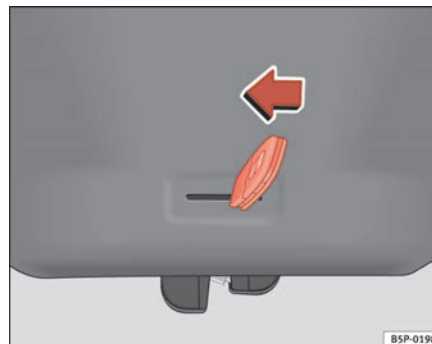

Abb. 67 Heckklappe:
- Stecken Sie den Schlüsselbart in den Schlitz und entriegeln Sie das Verriegelungssystem, indem Sie den Schlüssel von rechts nach links in Richtung Pfeil bewegen ⇒ Abb. 67. ■